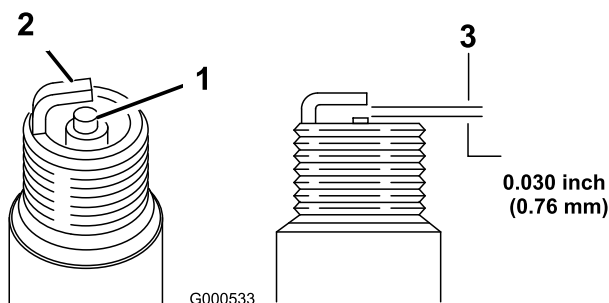

Figure 23
5. Réglez l'écartement des électrodes à 0,76 mm (0,030 po); voir Figure 23.